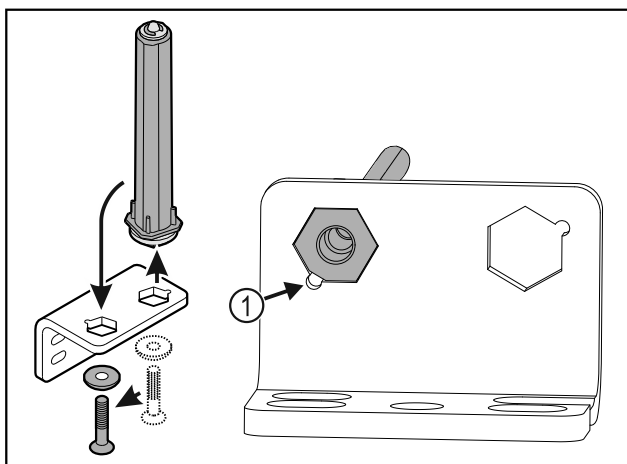

Fig. 29
- Ügyeljen arra, hogy felhelyezéskor a csapszeg élettörése Fig. 29 (1) a kerek furat felé mutasson.